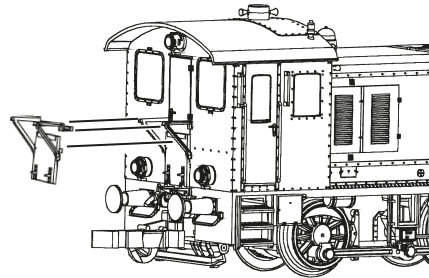

Fig. 3
**1. Reinigung der Radstromkontakte:** Radstromkontakte können auf unsauberen Schienen leicht verschmutzen. Entfernen Sie **vorsichtig** mit einem kleinen Pinsel **den Schmutz** an den in Fig. 3 gekennzeichneten Stellen.
**1. Cleaning of wheel contacts:** Wheel contacts easily get dirty on tracks which are not entirely clean. Use a small brush to **remove dirt** from spots marked in fig. 3.